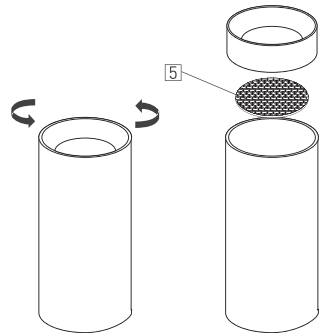

Рис. 3. Установка и снятие фильтра
- Если требуется установка фильтра [5] открутите верхнюю часть светильника как показано на рис. 3. Соберите в обратной последовательности.